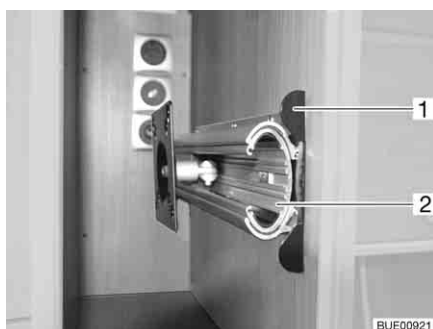

Fig. 46 Supporto nel mobiletto porta TV
- Premere verso l'interno il listello di sblocco (Fig. 46,1).
- Estrarre interamente la base estraibile (Fig. 46,2).
- Inserire la base estraibile Fig. 46,2), finché il listello di sblocco (Fig. 46,1) non si arresta a scatto.